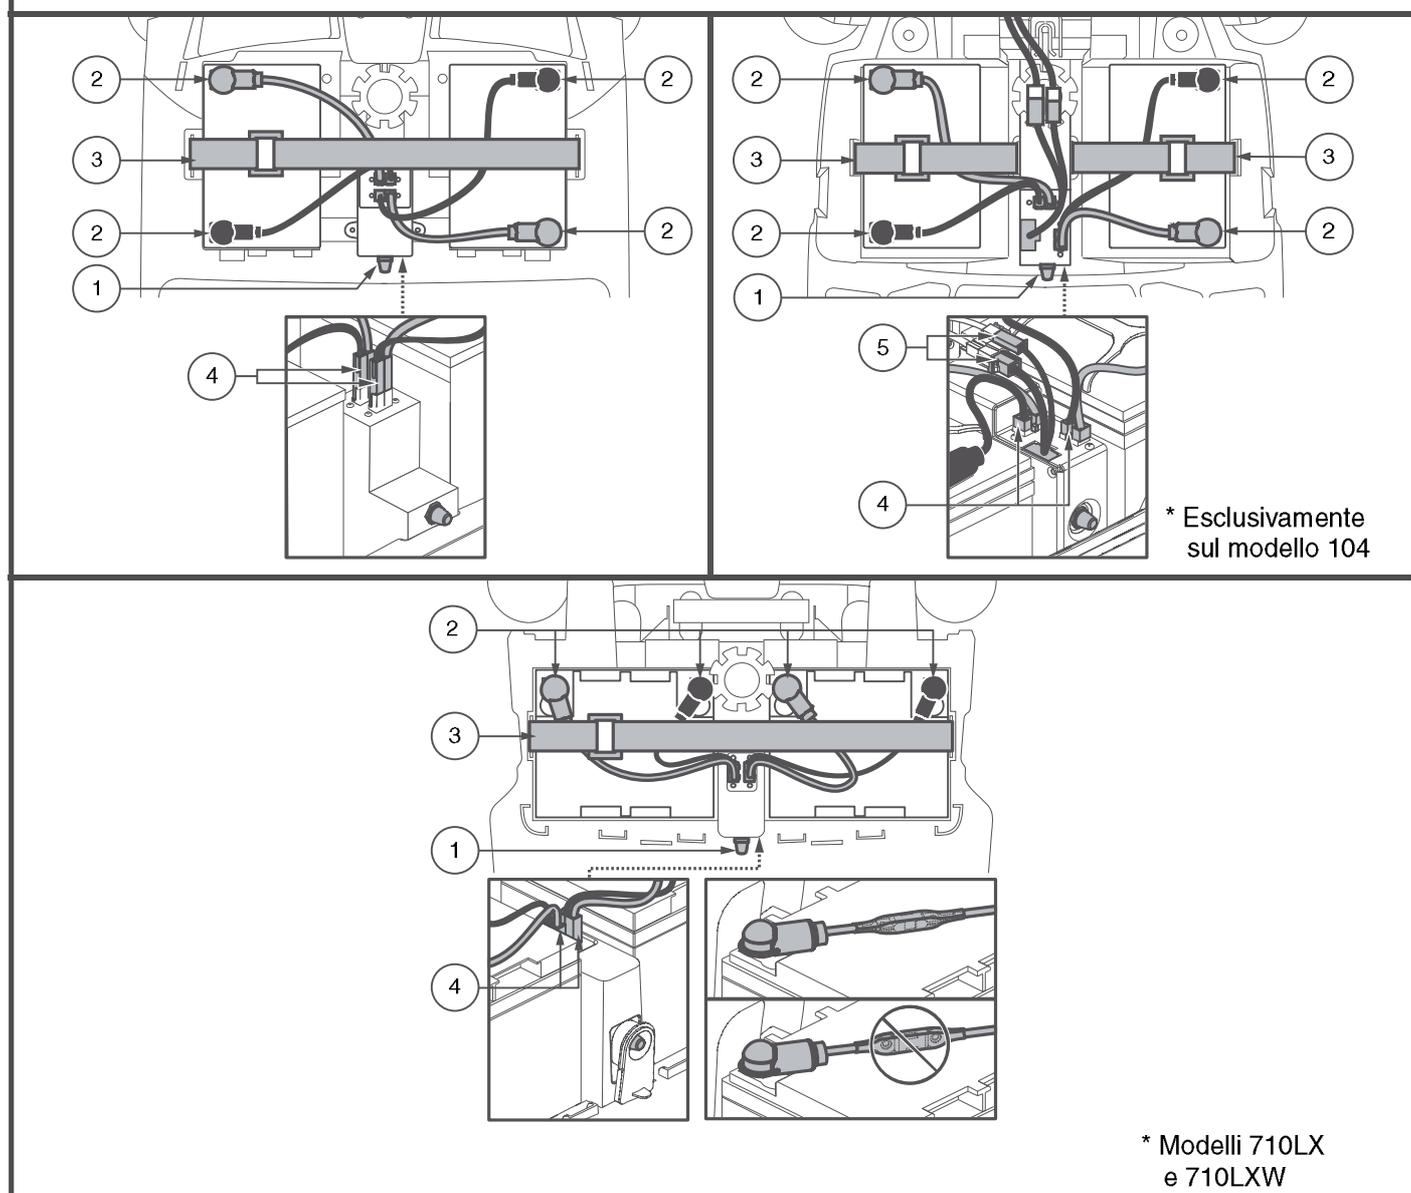

Figura 11. Terminali e connessioni per l'installazione/rimozione delle batterie
2. Scollegare la fascetta di fissaggio delle batterie. Vedere figura 11.
3. Scollegare il gruppo della batteria sollevandolo verso l'alto. Vedere figura 11.
6. Posizionare la batteria nuova nell'alloggiamento corrispondente. Per i modelli 710LX e 710LXW, rivolgere verso il retro i terminali della batteria di ciascuna batteria. Per tutti gli altri modelli, rivolgere i poli della batteria di ciascuna batteria l'una di fronte all'altra e verso i lati esterni dello scooter. Vedere figura 11.